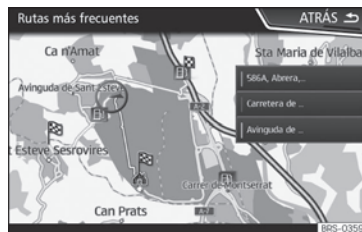

Fig. 187 Navegación predictiva
- En la pantalla principal del Menú de navegación, pulse en la ventana emergente la tecla **RUTAS FRECUENTES**. Para visualizar las rutas habituales pulse el botón **Mostrar en mapa** »»» **fig. 187.**